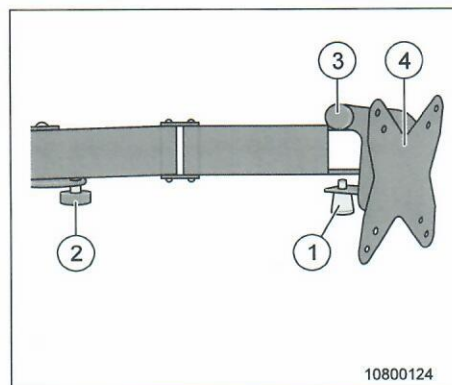

Abb. 27 TV Halterung
1. Verriegelungsknopf (Abb. 27, Pos. 1) nach unten ziehen und halten.
3. Feststellschraube (Abb. 27, Pos. 3) lösen und Flachbildschirm nach oben oder unten schwenken.
4. Mit den Feststellschrauben (Abb. 27, Pos. 2 und 3) TV Halterung fixieren.